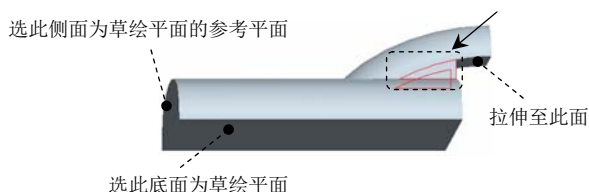
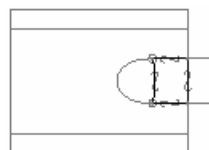

图 5.35.9 实体拉伸特征 2
图 5.35.10 特征截面草图
(4) 单击操控板中的按钮，完成扫描 1 的创建。
Step5. 添加图 5.35.9 所示的实体拉伸特征 2：单击功能选项卡中的按钮；草绘平面及草绘平面的参考平面如图 5.35.9 所示，参考方向是左；特征的截面草图如图 5.35.10 所示（四条边线均为“投影边”）；拉伸方式为（即至曲面），然后选择图 5.35.9 所示的曲面。